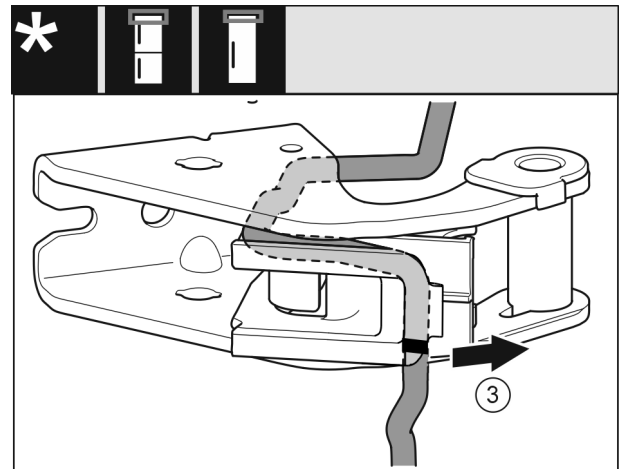

Fig. 18
- ▶ Demontirajte kabel s držačem kabela s ležajnog postolja. Fig. 18 (3)